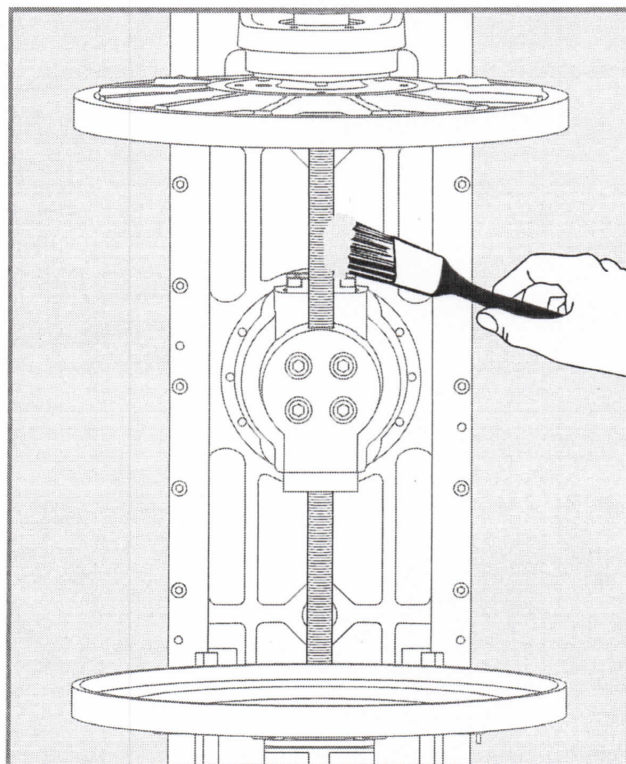

Figura 14
4. Engrasar los tornillos de sujeción inferior y superior en toda su longitud (Figura 14).